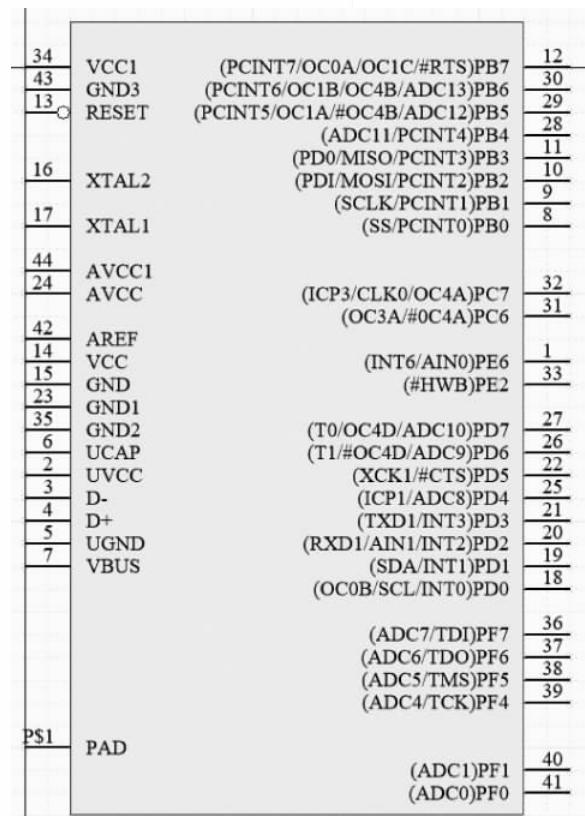

图 3-21 用 Symbol Wizard 制作的元件符号
(3) 管脚信息输入完成后，单击向导设置对话框右下角的 Place 下拉按钮，在弹出菜单中执行 Place Symbol 命令即可。这样就画好了 ATMEGA32U4 元件库符号，速度快且不易出错，效果如图 3-21 所示。